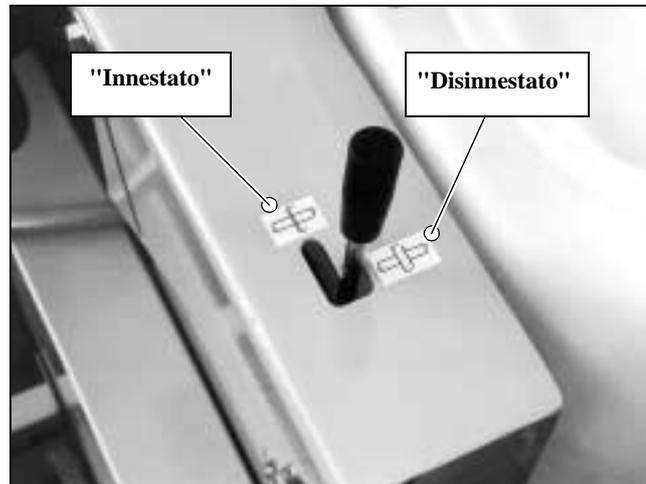

Fig. 5.2 Leva della frizione in posizione "Disinnestato"
2. Portare la leva della frizione in posizione "Disinnestato" (Fig. 5.2).
5. Portare la leva della frizione in posizione "Disinnestato" (Fig. 5.2) per poter spostare a mano il tagliagiunti